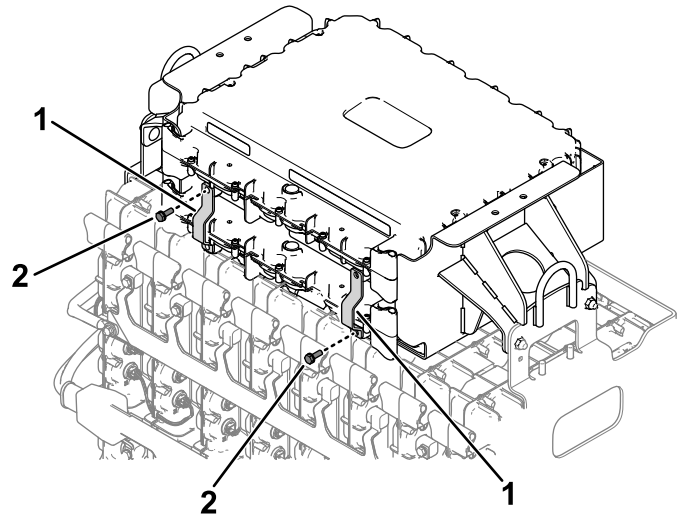
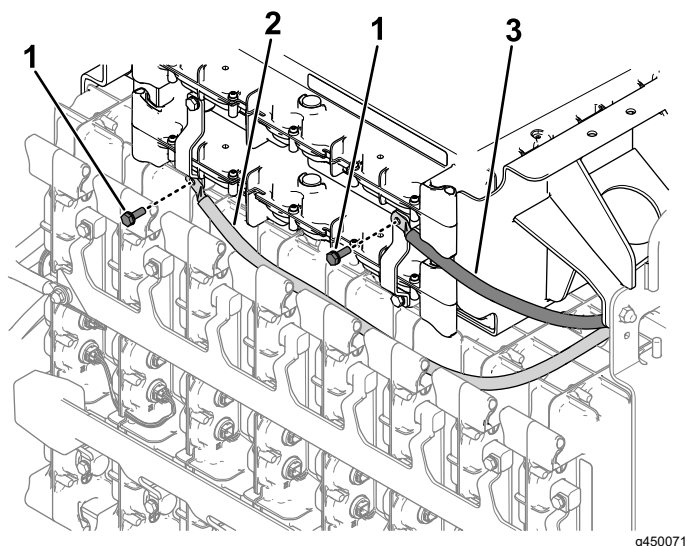
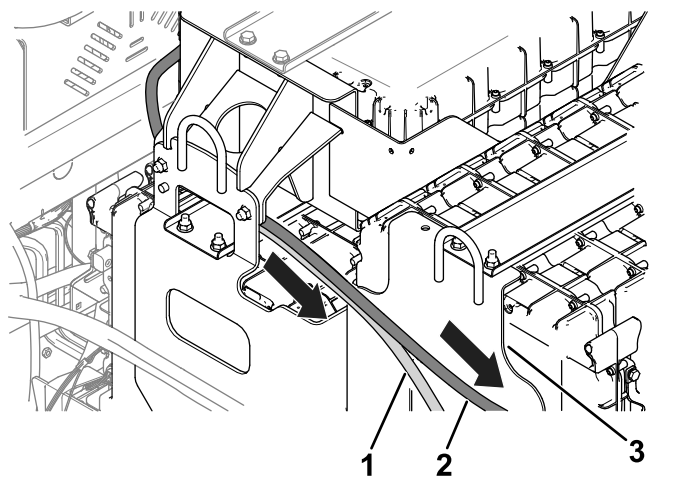

Figura 3
Figura 4
Figura 5
2. Utilice 2 pernos de cabeza hexagonal (1/4") para fijar provisionalmente las barras de bus en las baterías (Figura 3).
- Utilice 2 pernos de cabeza hexagonal ($\frac{1}{4}$ ") para conectar los cables rojo y negro de las baterías a las barras de bus que instaló en el paso anterior (Figura 4).
- Compruebe que las barras de bus estén correctamente asentadas y apriete los pernos de cabeza hexagonal (Figura 3 y Figura 4) a 11 N·m.
- Enrute los cables de baterías hacia la bandeja trasera de las baterías, como se muestra en la Figura 4 y en la Figura 5.